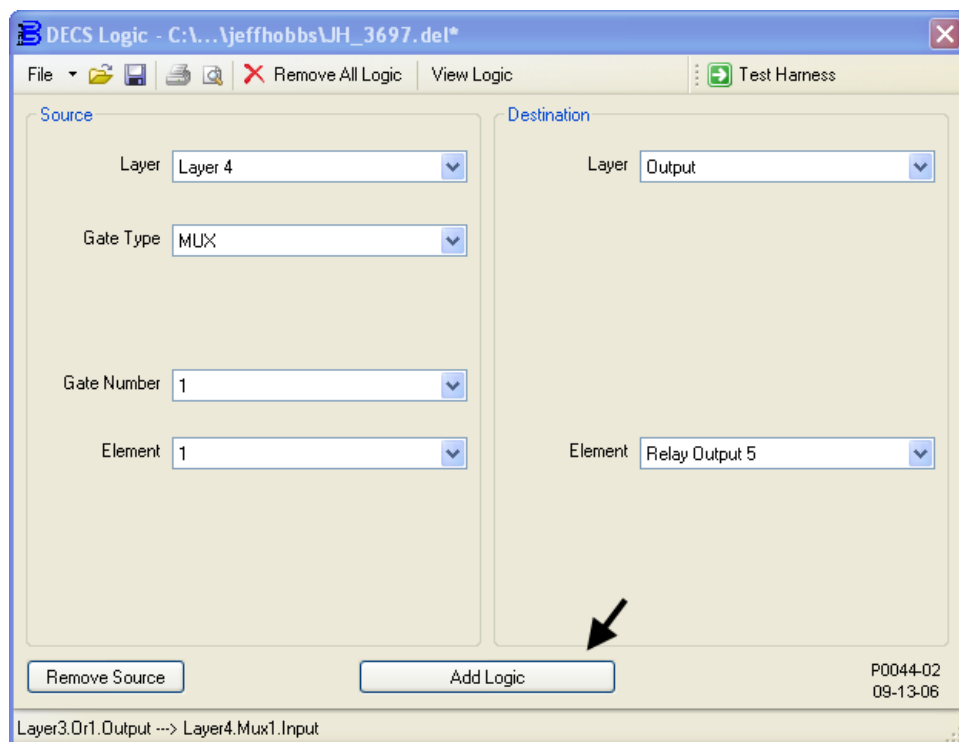

Figure 9-23. Ajout de OutputBuffer – Layer4.Mux1.Output1 ---> Relay Output5
4. Les paramètres de la fenêtre Logique du DECS sont illustrés sur la Figure 9-23. Connectez la sortie 1 du multiplexeur 1 sur la couche 4 au tampon de sortie Sortie relais n°5. Dans le Tableau 9-2, cette association est identifiée par le code logique suivant : « DESTINATION: OutputBuffer – Layer4.Mux1.Output1 → Relay Output5 ».